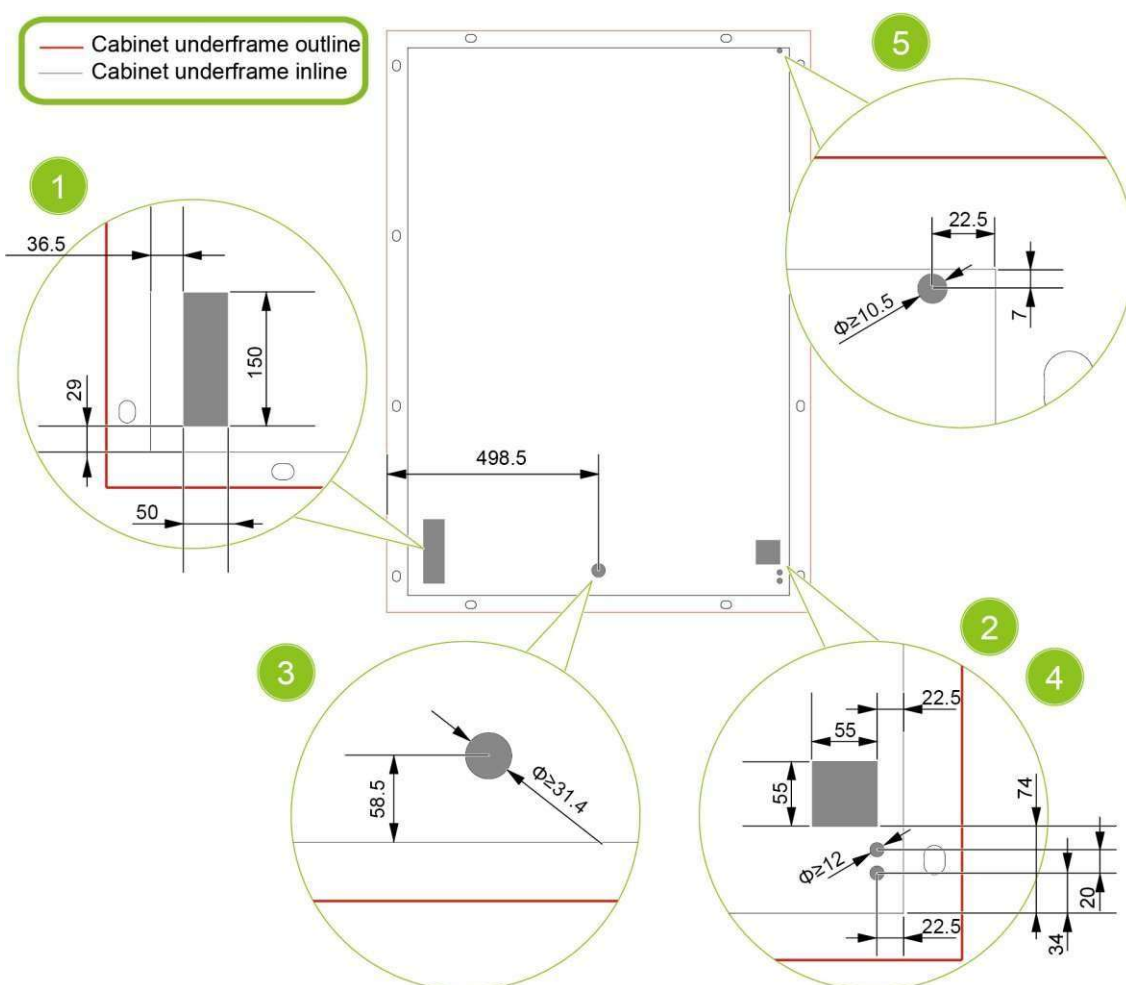

Fig. 4-7 Prepare los orificios para los cables y los orificios de drenaje
- Al construir la cimentación, asegúrese de dejar orificios de drenaje. La posición de los orificios de drenaje del equipo se puede consultar en la fig. 4-7. Prepare los orificios para los cables y los orificios de drenaje.